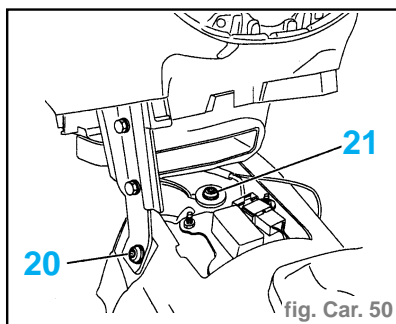
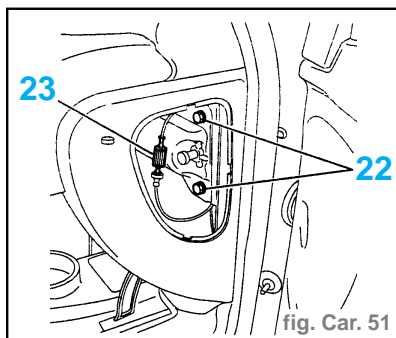

fig. Car. 50
fig. Car. 51
- Déposer les fixations (20) (fig. Car. 50).
- Déposer la fixation (21) de fils de masse.
- Déposer les fixations (22) (fig. Car. 51).
- Débrancher le connecteur (23).